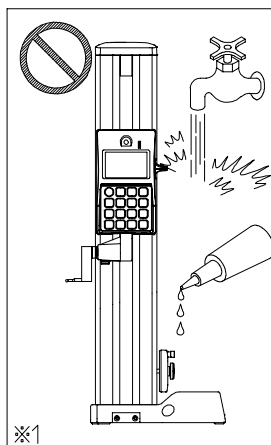

図 1
- ・ 切削油、水、塵などの影響を直接受ける場所でのご使用は避けてください。(図 1)